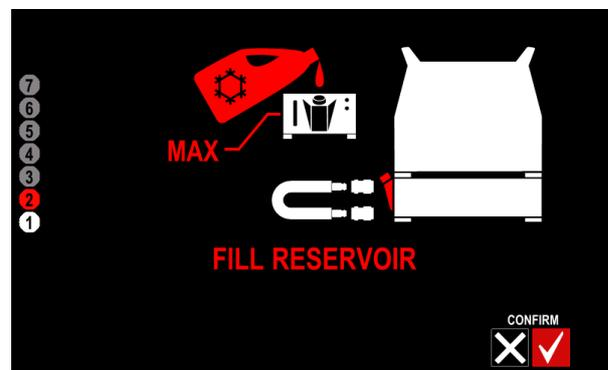

Figura 15
- Ateste o depósito de líquido de refrigeração até ao nível máximo (4,5 litros) (Figura 15 ou 23).